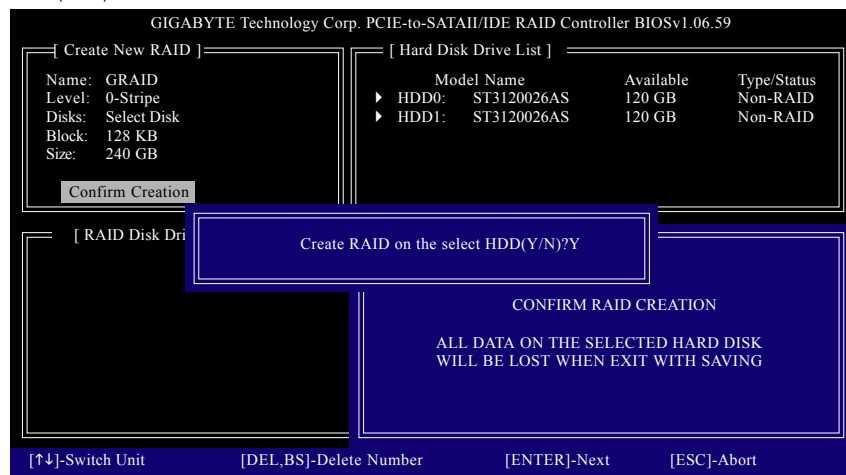

図 7
6. **作成の確認**: 上のすべてのアイテムが設定されたら、選択バーが **Confirm Creation** アイテムに自動的にジャンプします。<Enter> を押します。選択を確認するように求められたら (図 7)、<Y> を押して確認するか <N> を押して中断します。